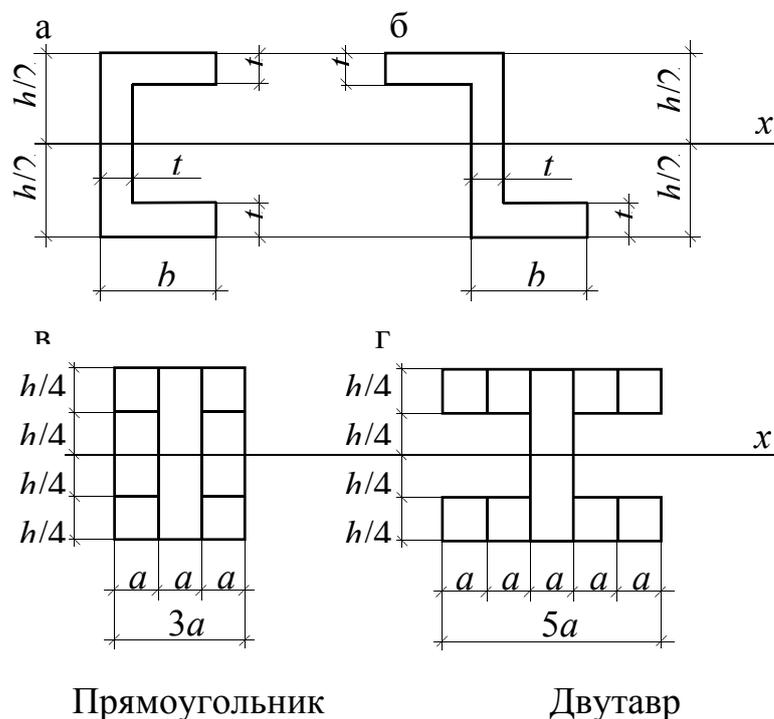

Рис. 4
30. Сравните площади и моменты инерции фигур относительно оси x (рис. 4).